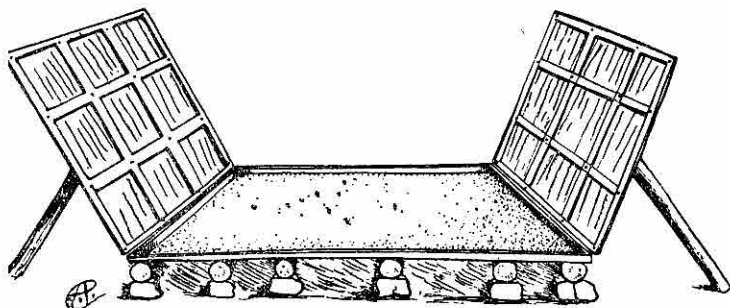

Figura 176.— Un modelo de "elba".
1) ELBA. Es una especie de pacera grande de dos metros de ancho por cinco más de largo, con fondo entablado y con un sardinel o borde de veinte centímetros; en este borde va asegurado el techo, el cual se abre a lado y lado o es de techo fijo colocado sobre rieles para retirarlo hacia un lado. Las Elbas están colocadas un poco altas del suelo. Siguiendo los principios generales de esta construcción, en los cafetales se construyen diferentes modelos de acuerdo con las comodidades disponibles (figura 176).